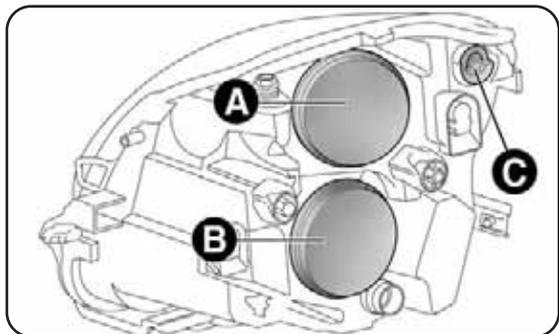

fig. 22
### GRUPOS ÓPTICOS ANTERIORES fig. 22
- retirar a tampa A-fig. 22;
- volta a montar a tampa A-fig. 22.
- retirar a tampa B-fig. 22;
- voltar a montar a tampa B-fig. 22.